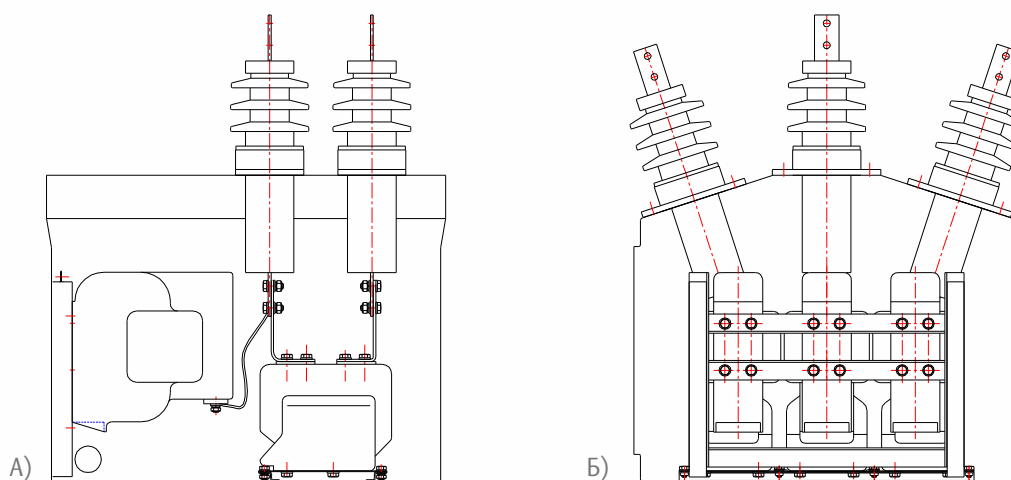

Рисунок 3
- схема исполнения с двумя трансформаторами тока (ТТ) и двумя трансформаторами напряжения, см. рис. 3а.
- схема исполнения с двумя трансформаторами тока и тремя трансформаторами напряжения, см. рис. 3а, 3б.
- схема исполнения с тремя трансформаторами тока и тремя трансформаторами напряжения, см. рис. 3а, 3б.